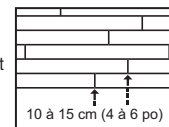

Figure 4
- Dans les rangées adjacentes, si possible, veillez à décaler les extrémités des planches de 10 à 15 cm (4 à 6 po) (figure 4). Vous assurerez ainsi une meilleure apparence de l'ensemble du plancher.
• Vérifiez si tous les bords et toutes les extrémités de chaque planche sont bien ajustés. Les joints d'extrémité des rangées adjacentes devraient être, autant que possible, décalés de 10 à 15 cm (4 à 6 po) afin d'assurer un ensemble plus esthétique (figure 4).
• Pour une meilleure apparence, maintenez un espace de 15 cm (6 po) entre les joints d'extrémité après les quatre premières rangées (figure 4).